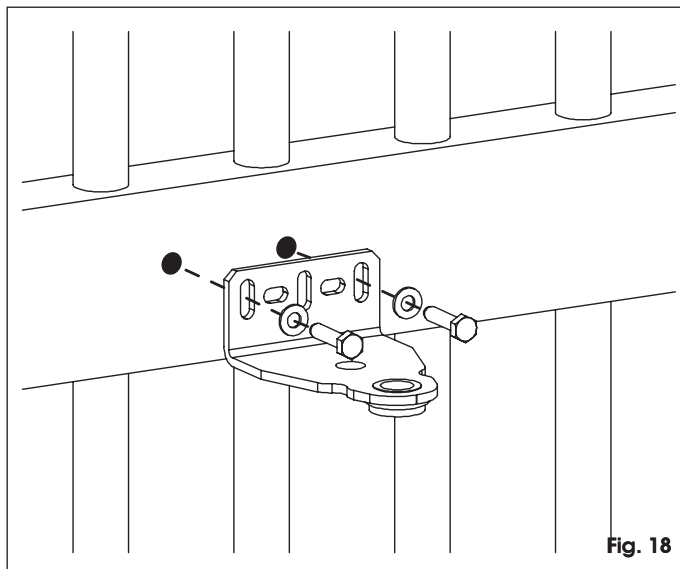

Fig. 18
12. Fixer définitivement la patte antérieure en utilisant des systèmes de fixation adéquats d'après la figure 18.